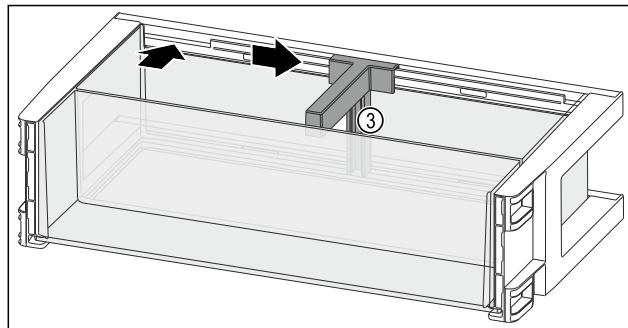

Fig. 113
- Вставте тримач пляшок Fig. 113 (3) у паз.
- Пересуньте тримач пляшок Fig. 113 (3) убік до бажаної позиції.